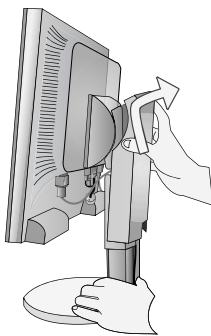

Figure S.1
1. Placez les mains de chaque côté du moniteur et levez ce dernier jusqu'à la position la plus haute. Retirez le cache-câble (**Figure S.1**).